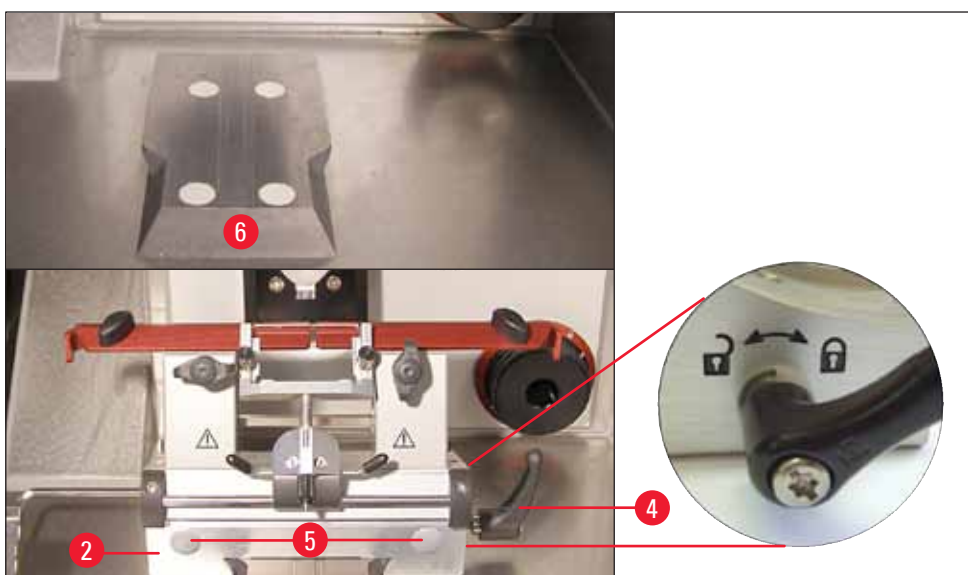

图 25
- 将刀架底座 (→ 图 25-2) 从正面推入楔形棒头导轨 (→ 图 25-6), 用锁杆 (→ 图 25-4) 紧固。顺时针 (朝向闭锁符号) 移动刀架底座右侧的锁杆 (详情请参见 (→ 图 25))。若要移动底座, 只能稍稍打开锁杆, 以防意外滑向样品头! 逆时针 (朝向开锁符号) 移动刀架底座右侧的锁杆 (详情请参见 (→ 图 25))。